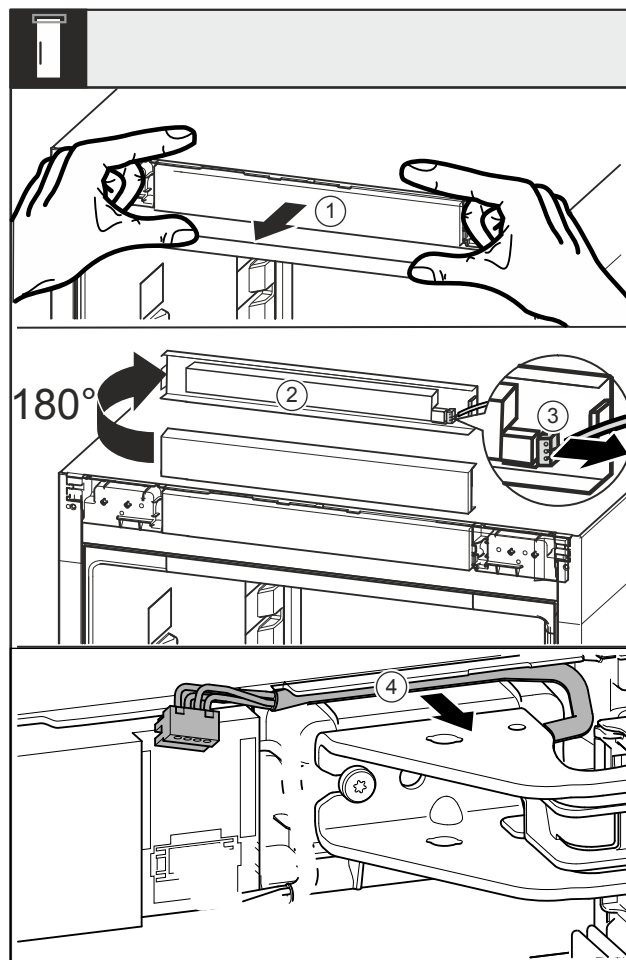

Fig. 16
- Retirer le cache Fig. 16 (1) vers l'avant.
- Tourner le cache Fig. 16 (2) de 180° vers le haut.
- Pousser l'ergot du connecteur Fig. 16 (3) vers l'arrière et retirer avec précaution le connecteur.
- Retirer le câble Fig. 16 (4) du guide par le support de palier.